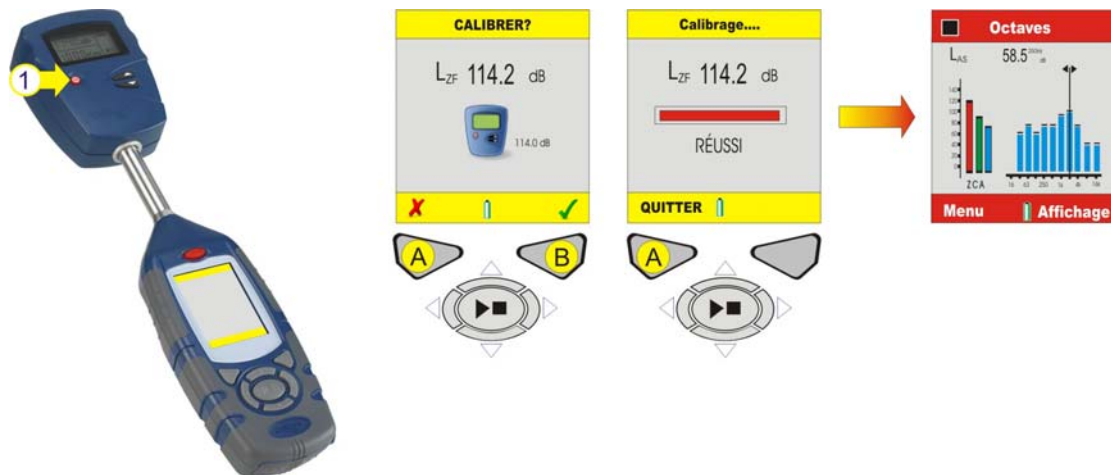

Figure 15 Calibrage de l'instrument
**K. CALIBRAGE DE L'INSTRUMENT (consulter la figure 15)**